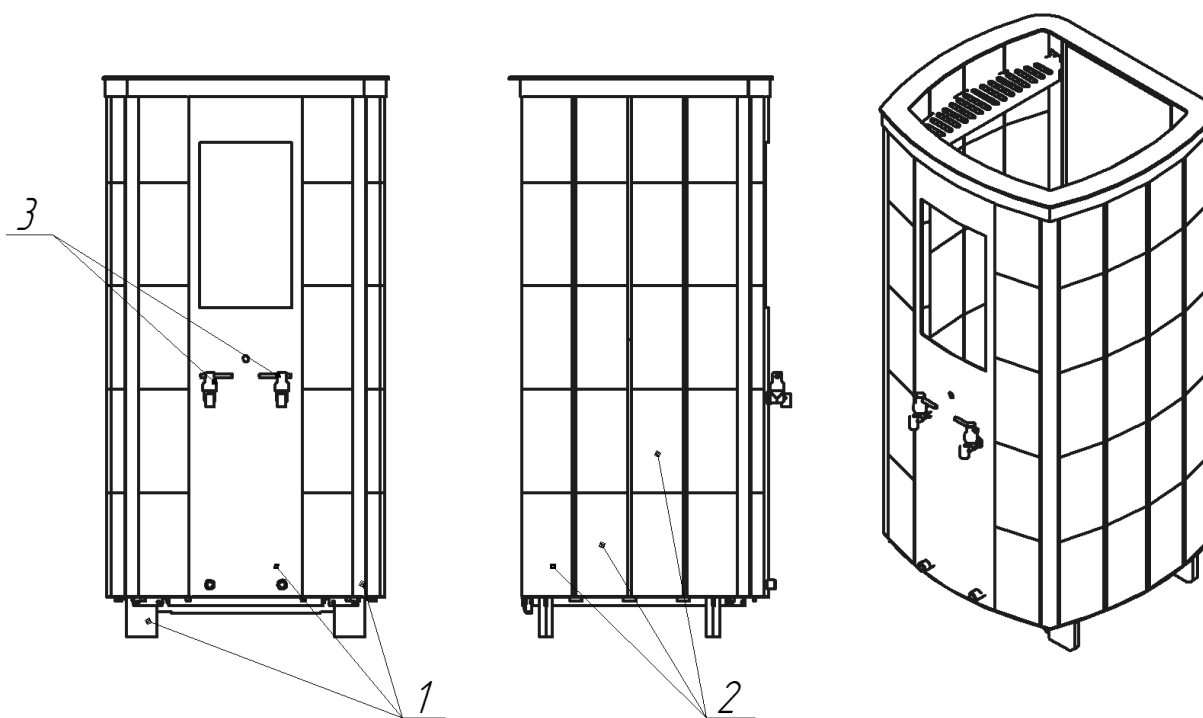

Рис. 6 Устройство декоративно-защитного ограждения печи «Суббота Классик»
- Для печи Суббота Классик – конструкция из стали с окраской жаростойкой эмалью черного цвета поз.1 рис.6 с декоративными вставками из пиленого природного камня. поз.2 рис.6. Предусмотрена система подачи холодной и горячей воды в парильное помещение поз.3 рис.6